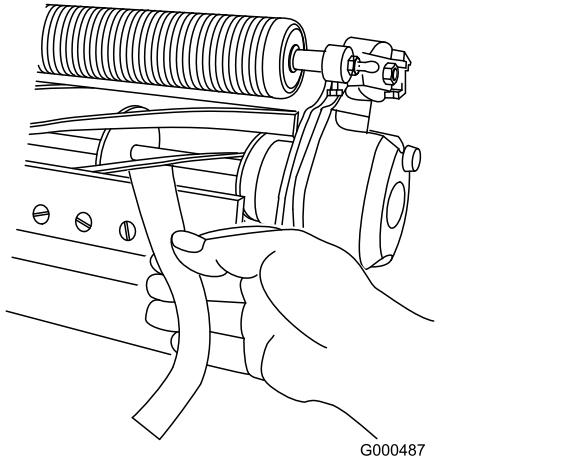

Figura 11
- B. Insira uma fita comprida de papel de desempenho de corte entre o cilindro e a lâmina de corte, perpendicular à lâmina de corte (**Figura 11**) e, em seguida, rode **lentamente** o cilindro para a frente; deve cortar o papel; caso contrário, repita os passos **A** e **B** até que o faça.
11. Insira uma fita comprida de papel de desempenho de corte (Peça Toro N.º 125-5610) entre o cilindro e a lâmina de corte, perpendicular à lâmina de corte (Figura 11) e, em seguida, rode **lentamente** o cilindro para a frente; deve cortar o papel; caso contrário, rode cada parafuso de ajuste da barra de apoio no sentido dos ponteiros do relógio 1 clique e repita este passo até que corte o papel.